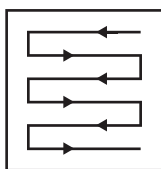

Fig. 17
5. Corte em linhas com ligeira sobreposição. O padrão mais eficaz para cortar relva é em linhas retas ao longo de um dos lados. Isso mantém as linhas uniformes e garante que o corte é realizado em todo o relvado, sem falhar pedaços (Fig. 17).